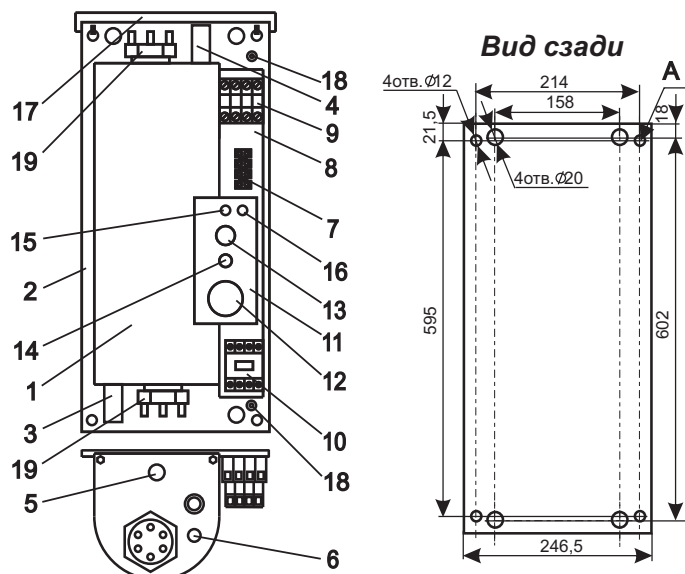

Рисунок 1 (кожух не показан):
4.1 Приборы ЭВАН-С1 -3; -4; -5; -6; -7,5; -9; -12; -15; -18; -24; -30 в соответствии с рис. 1 состоят из следующих основных частей:
- котла (1) с входным (3) и выходным (4) патрубками G 1^{1/4}, датчиком терморегулятора (6), аварийным самовозвратным термовыключателем (5), отключающим прибор при 92° С, и блоками трубчатых электронагревателей (ТЭН) (19);
- панели (2) с зажимом заземления (18) для подключения защитного проводника РЕ;
- кронштейна (8) с размещенными на нем зажимом клеммным (7) для подключения циркуляционного насоса и датчика температуры воздуха, пускателем (10), элементами управления и сигнализации расположенными на панели управления (11);
- сигнальной лампы "НАГРЕВ" (14);